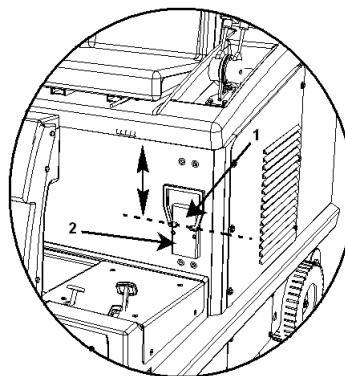

Fig. 13/B
2. Verificare che il connettore **Part. 1 Fig. 13/B** sia inserito nell'apposita spina **Part. 2 Fig. 13/A**.